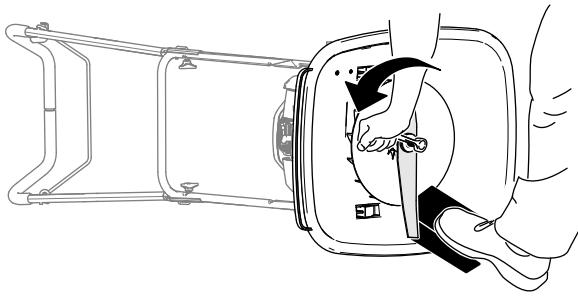

Bild 21
3. Stabilisieren Sie das Messer mit einem Holzblock (Bild 21).
4. Verwenden Sie einen Schraubenschlüssel, um das Messer zu entfernen, drehen dabei die Schraube gegen den Uhrzeigersinn (Bild 21).